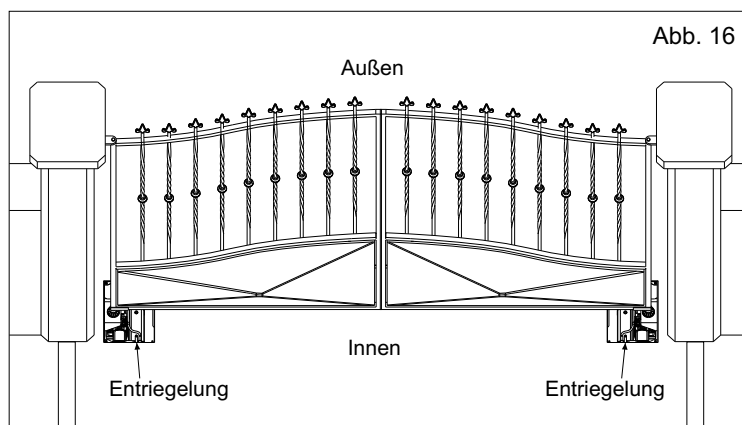

Abb. 16
4.2. Feststellen welcher der linke und welcher der rechte Antrieb ist, die Entriegelung muss sich auf jeden Fall immer im Inneren der Wohnanlage befinden. Siehe Abb.16.